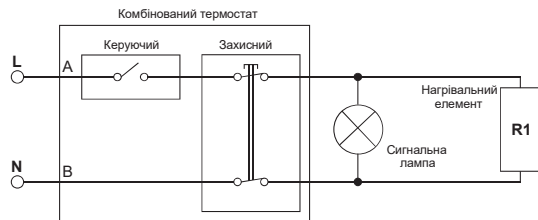
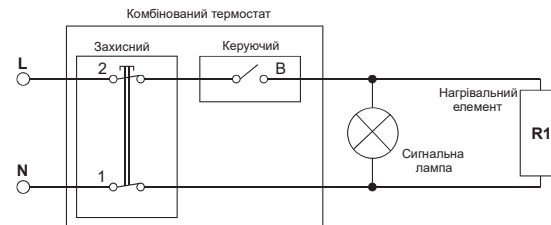

Рис. 7. Схема електрична для моделей E-series, O'Pro, EGO, O'Pro+, O'ProP
Рис. 8. Схема електрична для моделей Steatite (N3CME, N4C (E)).
Підключення моделей O'Pro (PC) (рис. 7) та моделей D400-2-BC, D325-2-BC, EXPERT, TURBO (рис. 8, 9, 10):
Підключення моделей O'Pro (PC) (рис. 7) та моделей D400-2-BC, EXPERT, TURBO (рис. 8, 9, 10):